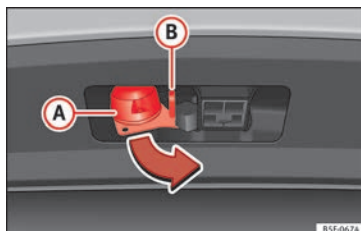

Fig. 190 Tourner le connecteur à 13 broches
- Saisissez le connecteur à 13 broches par la zone **(A)** et retirez-le dans le sens de la flèche **» fig. 190**.
- Saisissez le connecteur à 13 broches par la zone **(A)** et introduisez-le dans le sens inverse de celui de la flèche **» fig. 190**.
L'œillet de sécurité **(B)** **» fig. 190** sert à attacher le câble de retenue de la remorque.